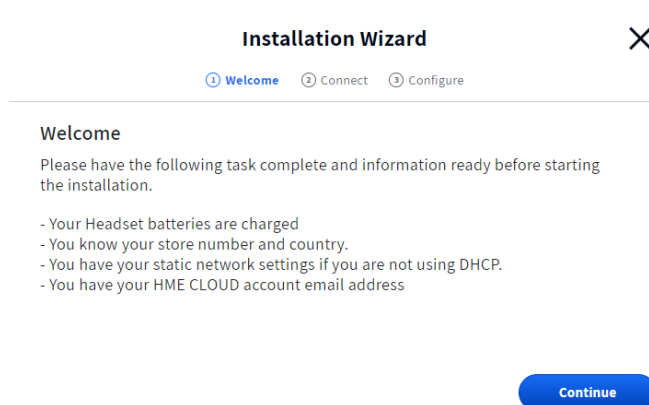

Fig. 2.6
9. En la interfaz de usuario de la estación base, siga el asistente de instalación para conectar y configurar el sistema (véase la fig. 2.6).